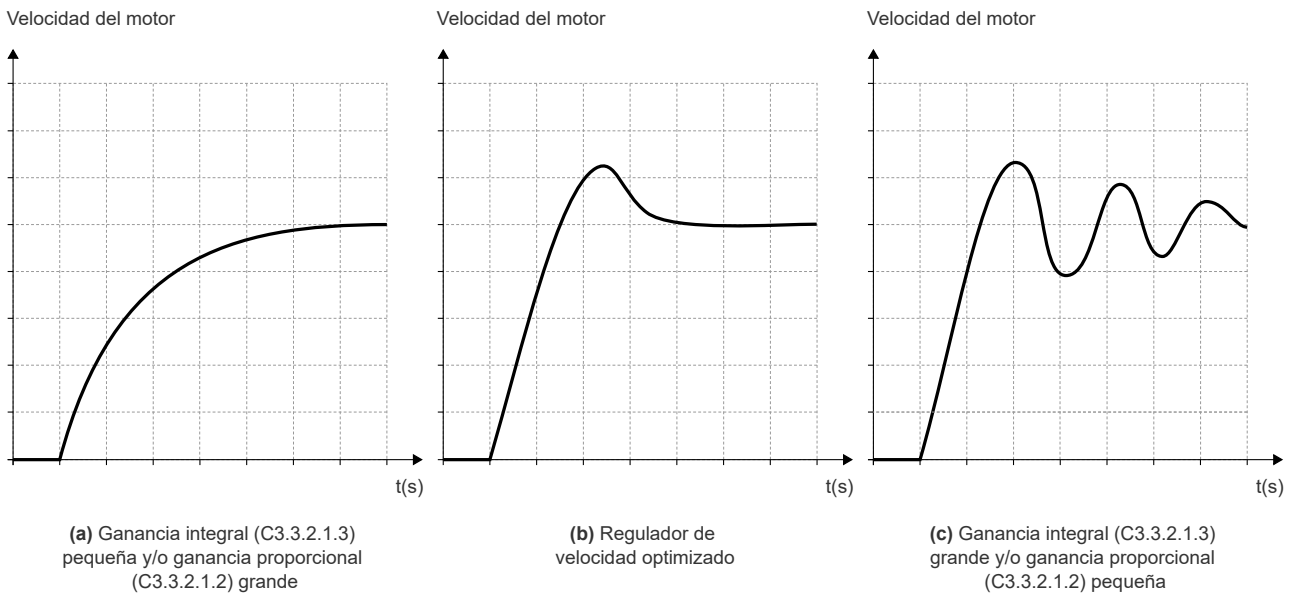

Figura 9.12: (a), (b) y (c) - Tipo de respuestas del regulador de velocidad
- 6. Verifique entre las opciones de la Figura 9.12 qué forma de onda que representa mejor la señal leída.
7. Ajuste C3.3.2.2.1 y C3.3.2.2.2 en función del tipo de respuesta presentada en la Figura 9.12.